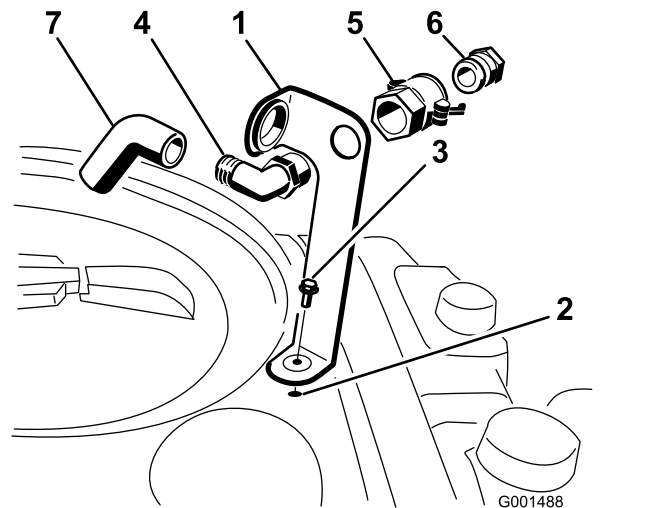

Figure 3
avec un boulon à embase (5/16 x 3/4 po), comme montré à la Figure 3.
- Insérez l'extrémité filetée du raccord coudé à 90° dans le trou du support et vissez le raccord rapide dessus pour le fixer au support (Figure 3).
3. Installez l'adaptateur de flexible dans le raccord rapide (Figure 3).
4. Bloquez l'adaptateur en place en ramenant les leviers vers l'adaptateur et en les fixant en position avec les goupilles fendues (Figure 3).
5. Insérez le flexible anti-siphonnage dans la grande ouverture du support et branchez-le sur l'extrémité cannelée du raccord coudé à 90 degrés (Figure 3).